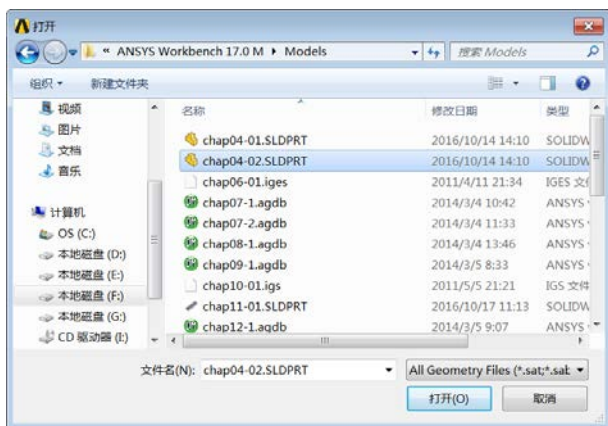

图 4-61 “打开” 对话框
1) 在 A2 栏的 “Geometry” 上右击，在弹出的快捷菜单中选择 “Import Geometry” → “Browse”，此时会弹出 “打开” 对话框，如图 4-61 所示。